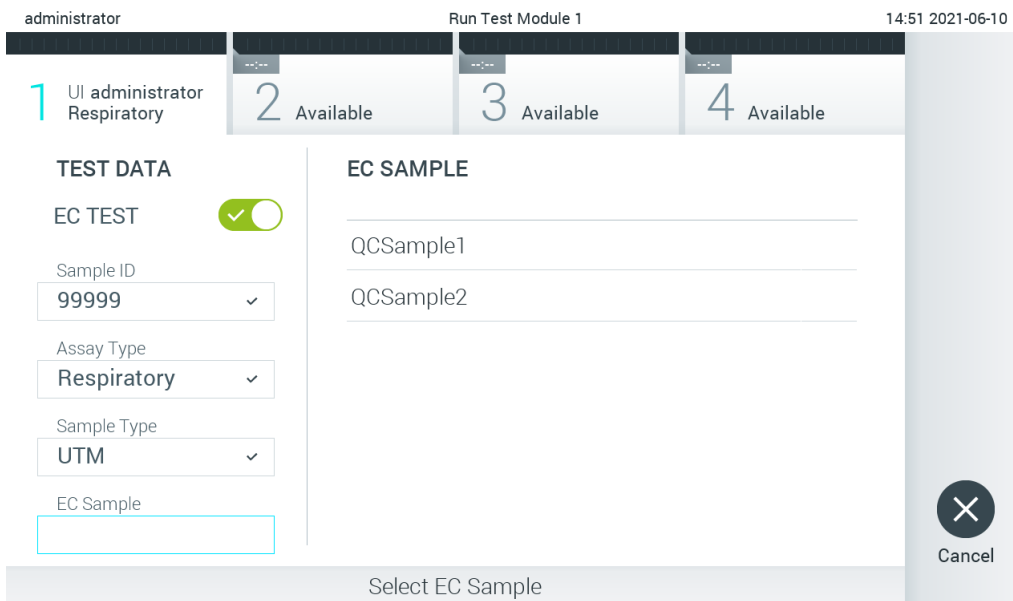

Figura 92. Selecionar uma amostra de EC.
6. Selecione a amostra de EC adequada a partir da lista. Apenas são apresentadas amostras de EC para o tipo de ensaio selecionado (Figura 92).